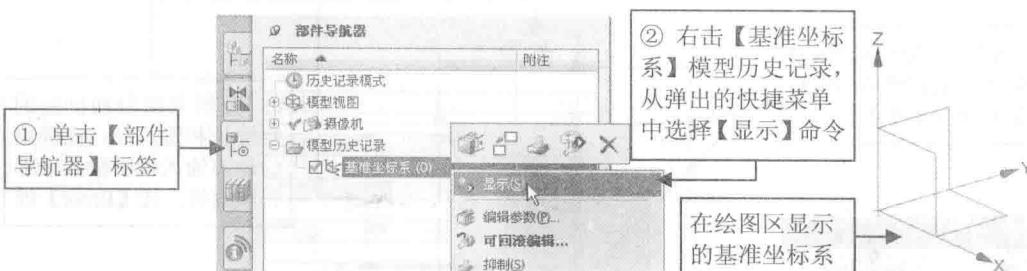

图 1-5 显示基准坐标系
(2) 在绘图区显示基准坐标系。在 UG NX 8.5 工作界面左侧的部件导航器中进行如图 1-5 所示的操作，将基准坐标系显示在绘图区中。